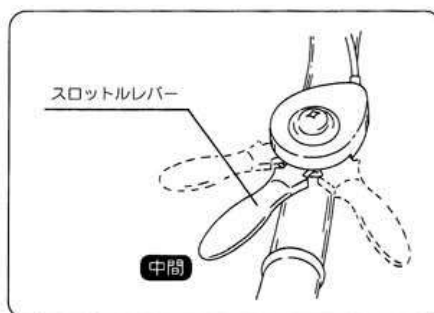

図9
- ④ スロットルレバーを中間位まで引張ってください。(図9)